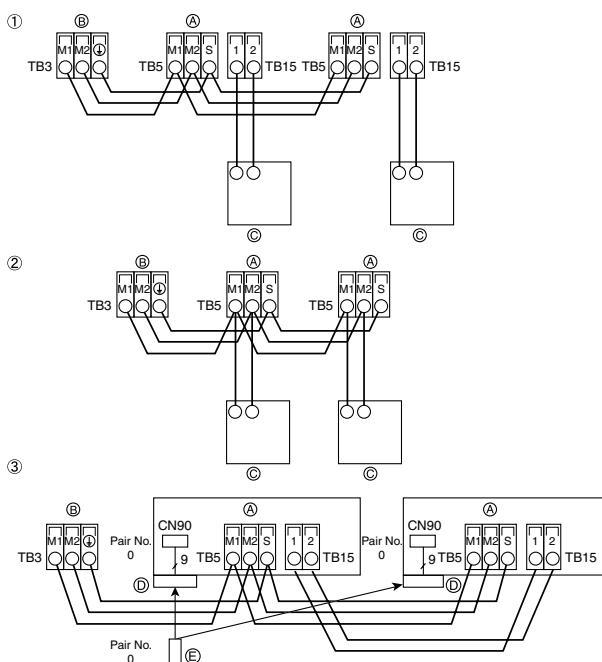

Fig. 4-3
4.2. Raccordement des câbles de la commande à distance et des câbles de transmission intérieurs et extérieurs (Fig. 4-3)
- ① Commande à distance MA
- ② Commande à distance M-NET
- ③ Télécommande sans fil (lors de l'installation du récepteur de signal sans fil)